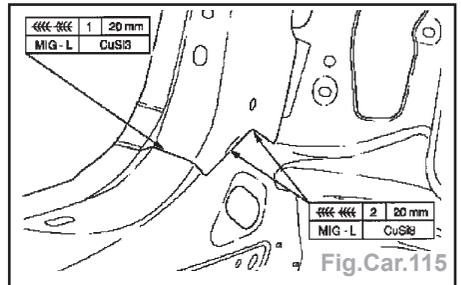

Fig.Car.115
- Souder au MIG le panneau arrière intérieur (Fig.Car.115).